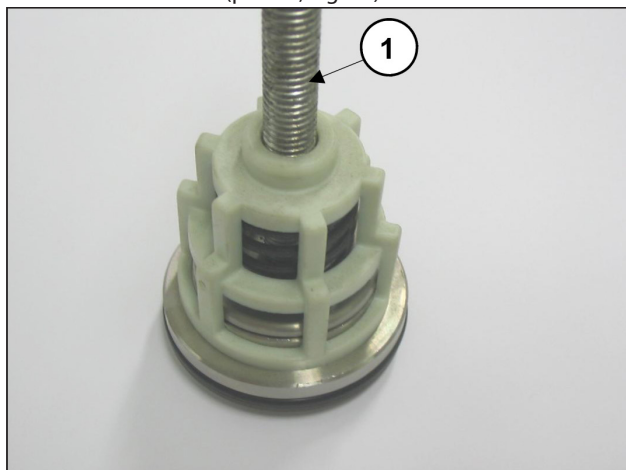

Fig. 17
- Smontare i gruppi valvola di aspirazione e mandata avvitando una vite M10 sufficientemente lunga in modo di poter agire sul piattello valvole ed estrarre il guida valvola dalla sede valvola (pos. ④, Fig. 17).